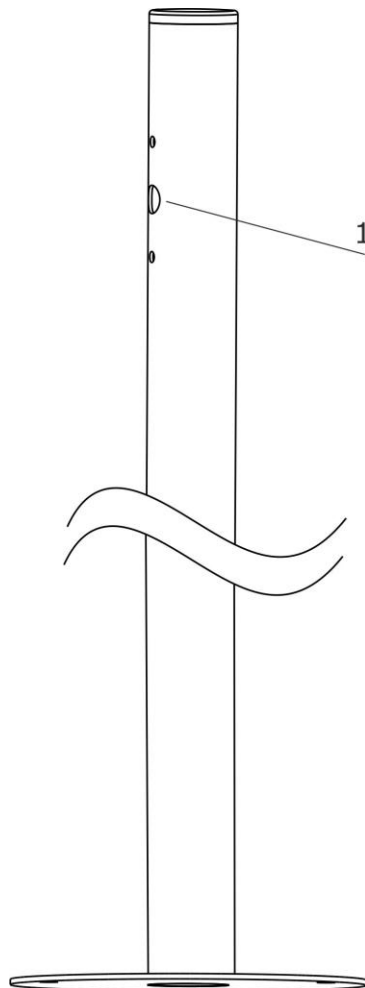

Рисунок 4. Вывод проводов из трубы
2. Вывести пропущенные провода линии связи в гофрированном рукаве через отверстие в трубе (**рис.4, поз.1**).